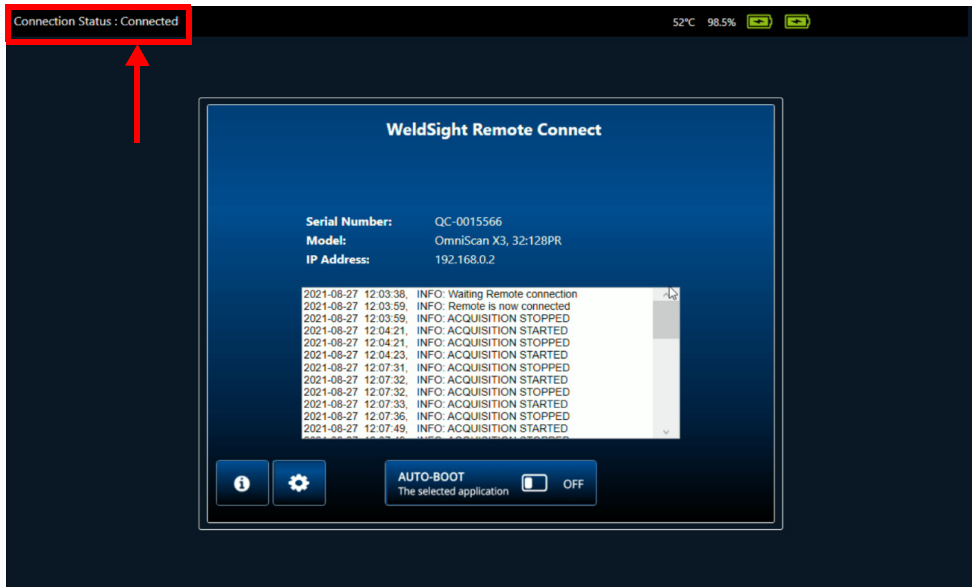

図 7-6 接続状態 - Connected
- すべてが正しく設定されていれば、WeldSight Remote Connect のステータスが Ready から Connected（77 ページの図 7-6.）になります。